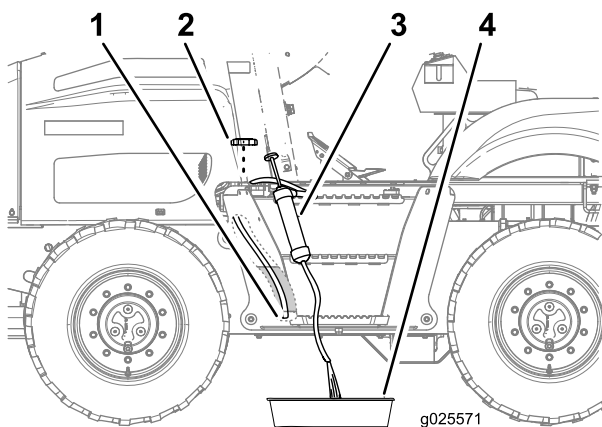

Figure 77
1. Enlevez le bouchon du réservoir de carburant (Figure 77).
2. Faites passer le flexible du matériel d'aspiration par le goulot de remplissage du réservoir de carburant et poussez l'extrémité jusqu'au fond du réservoir (Figure 77).
3. Dirigez le flexible d'évacuation du matériel d'aspiration dans un bac de vidange (Figure 77).
6. Remettez le bouchon sur le goulot de remplissage du réservoir de carburant (Figure 77).